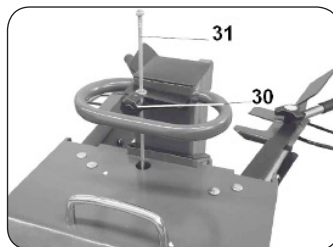

Figura 7
Ponga una pieza pequeña de madera en la tabla de corte y mueva el cuchillo de corte hasta aprox. unos 2 cm sobre la madera, apague la cortadora (botón rojo del interruptor y desconéctela). Puede acortar el movimiento de retroceso usando la guía fija (31) fijándola en la altura requerida con el tornillo de ajuste (30). (Figura 7)